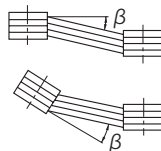

図 5-4
- ・両プリー間の平行度、偏心度 $\beta$ は $20^\circ$ 以内としてください。(図 5-4 参照)